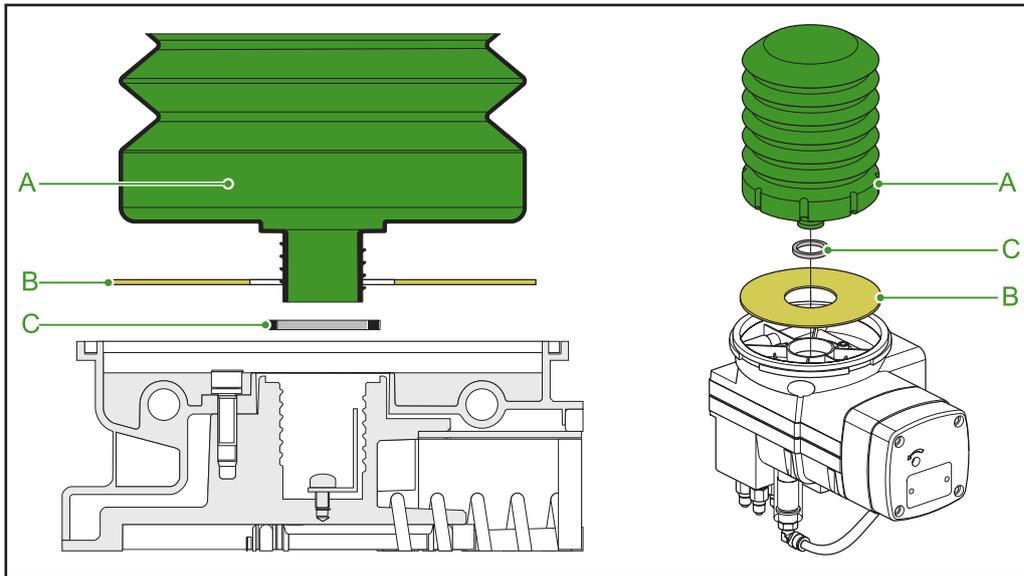

fig.7
3. Enlever le joint d'étanchéité en caoutchouc (Fig. 7 C) et le disque en carton (Fig. 7 B) et les remplacer par les nouvelles pièces fournies avec la cartouche neuve. Monter la cartouche avec un seul joint d'étanchéité.